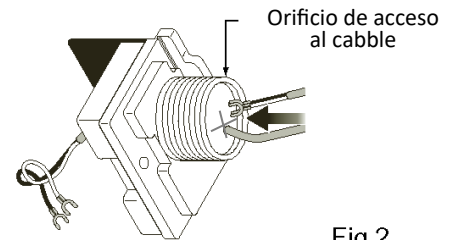

Fig.2
9. Gire el conector de cable rápido. (Fig. 2)
10. Pase los cables a través del orificio de acceso del cable (Fig. 2)